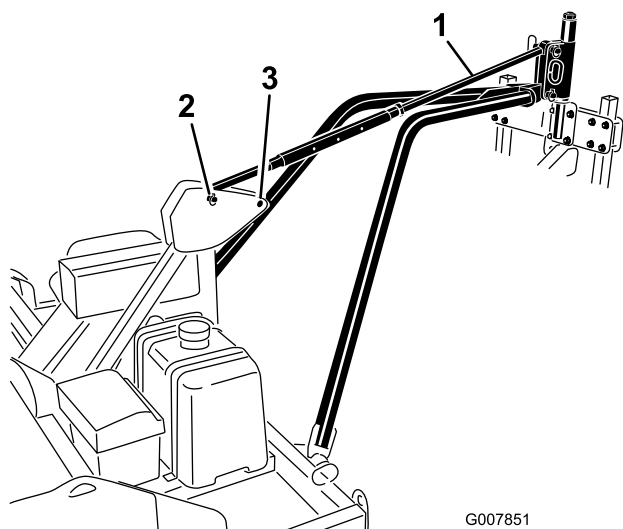

Рисунок 14
5. Совместите отверстие в сцепной пластине буксировочного кронштейна с нижними отверстиями шарнира сцепки аэратора (Рисунок 14).
8. Прикрепите тягу регулировки наклона к верхним отверстиям в сцепном шарнире аэратора и к шарниру сцепной рамы с помощью пальцев сцепного устройства и шплинтов с кольцом (Рисунок 14).